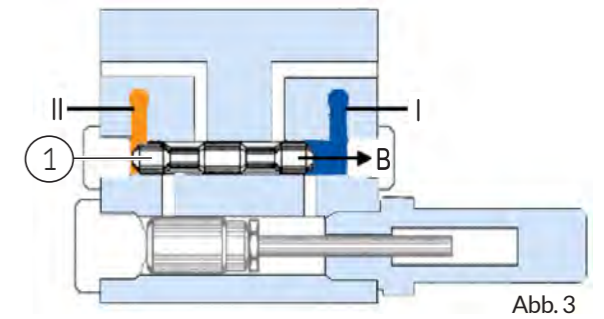

Abb. 3
Gleichzeitig verbindet die Umsteuerung die Hauptleitung II mit der Pumpe und es erfolgt ein Druckanstieg in dieser Leitung. Der Steuerkolben (Abb. 3: Pos. 1) wird nun in die Pfeilrichtung (B) in Bewegung gesetzt und der vor dem Steuerkolben befindliche Schmierstoff der entspannten Hauptleitung zugeführt.